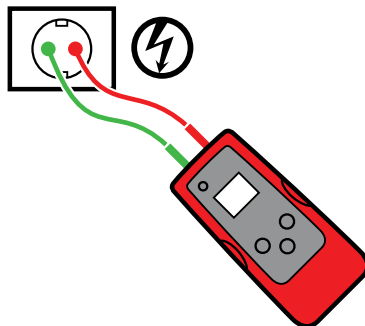

Figura 3.4a
3. Ligue os cabos de teste verde e vermelho aos cabos de linha e neutro da mesma tomada ou cabo (ver Figura 3.4a).